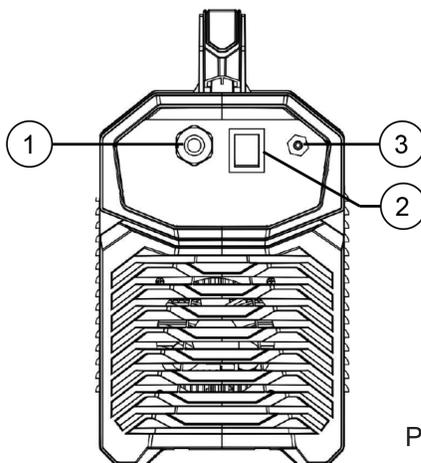

Рис. 2
3. Подсоедините газовый шланг к штуцеру 3 (рис. 2) на задней панели аппарата, а другой его конец к газовому баллону с аргоном через редуктор.
4. Подключите аппарат к электросети и включите аппарат выключателем (поз. 2, рис. 2) на задней панели аппарата.
2. Подключите аппарат к электросети и включите аппарат выключателем (поз. 2, рис. 2) на задней панели аппарата.